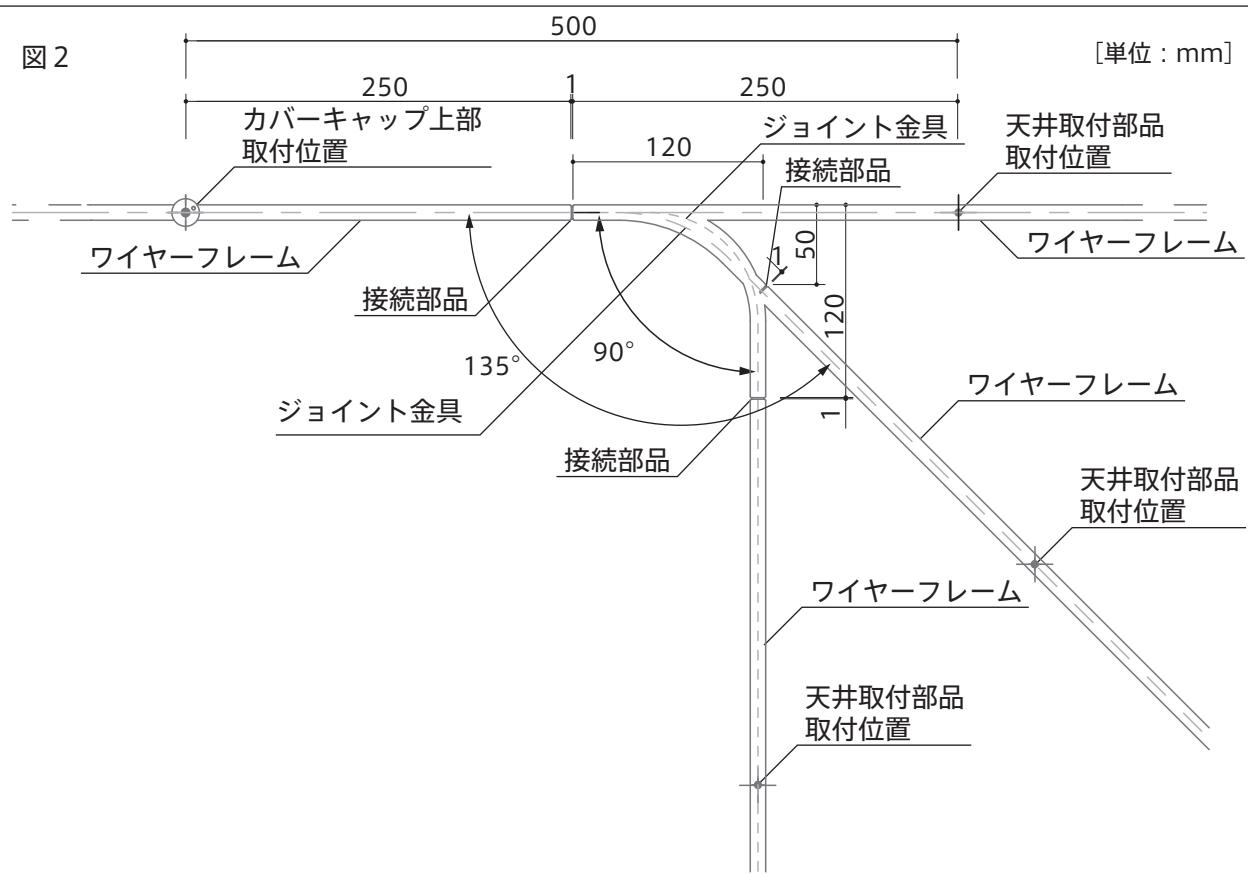

図3
- ワイヤーフレームに接続部品を差し込んで端から連結していきます。 (図3)
- ※ 角度をつけて連結する場合、ジョイント金具の接続部が付いていない側は、SFHL - HERACLEUM - ELに同梱の接続部品を使用して連結してください。 (図3、図4)